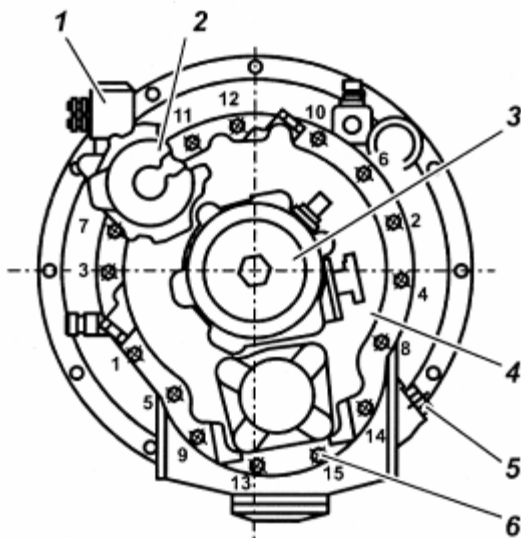

Рис. 109. Последовательность затяжки болтов крепления картера демультипликатора и размещение узлов:
Последовательность затяжки согласно рис. 109.
– Включить высший диапазон в демультипликаторе при вывернутом регулировочном болте поз. 6 (рис. 109), подав воздух под давлением от 784 до 833 кПа (8...8,5 кгс/см²) в пневмоцилиндр.